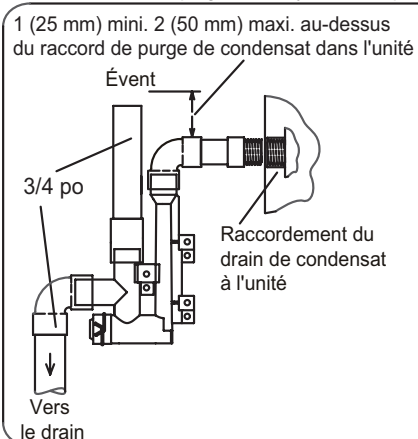

FIGURE 54
- 3 - Installer le bouchon sur l'ouverture de nettoyage à la base du purgeur. Fixer avec le collier. Voir la FIGURE 54.
- 4 - Installer le purgeur avec des raccords en PVC appropriés et coller tous les joints. Coller le purgeur fourni comme illustré à la FIGURE 54. Acheminer le conduit de condensat jusqu'à un drain ouvert.